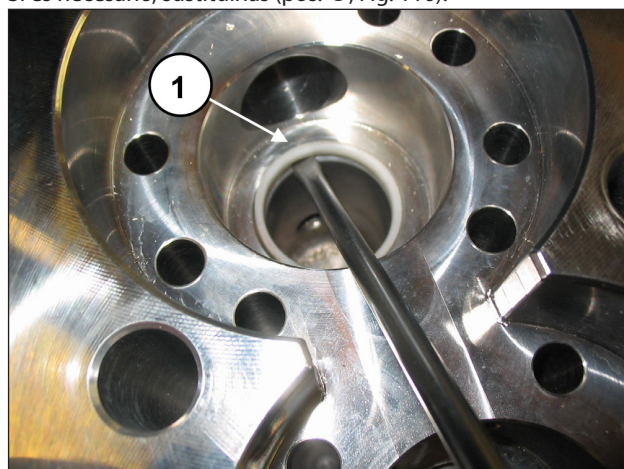

Fig. 116
Si es necesario, sustituirlas (pos. ①, Fig. 116).